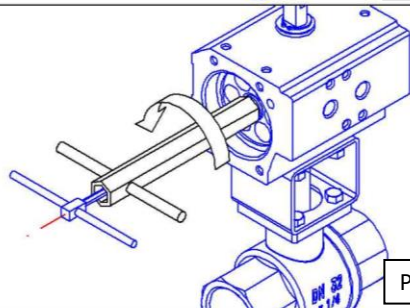

Рис. 12
2. Выкрутить с обеих сторон привода болт и гайку, регулирующие движение поршня, см. Рис.12.